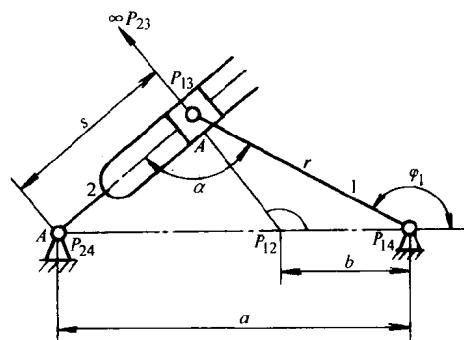

图 7
3. 解 如图 7 所示, 用三心定理求得 P_{12} 后, 再由几何关系求图中的 b 和 $a - b$; 最后, 再根据瞬心的概念求 ω_2 , 具体过程如下。